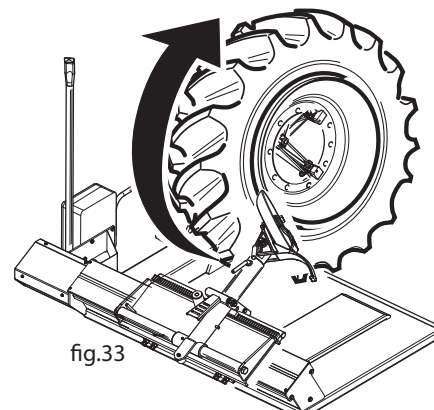

fig.33
- » Bloccare la ruota sull'autocentrante e sollevarla in modo che il bordo del cerchione sfiori l'utensile "stallonnatore". Utilizzando il manipolatore (2) ed il selettore (3) (ved. fig.22 a pag. 16) sgonfiare il pneumatico ed iniziare l'operazione di stallonnatura (fig.33). Agendo sulla pedaliera (4) e selettore (3) (fig.22) fare avanzare gradualmente il rullo stallonnatore facendo girare il mandrino continuamente.
- » Clamp the wheel on the self-centering chuck and raise it until the rim flange touches the bead breaking tool. Using the control (2) and selector (3) (see fig. 22 on pg. 16) deflate the tyre and begin the bead breaking operation (fig. 33). Use the pedal (4) and selector (3) (fig. 22) to gradually advance the bead breaking roller turning the spindle continuously.
- » Bloquer la roue sur l'autocentreur et la soulever de façon à ce que le bord de la jante effleure l'outil détalonneur. En se servant du manipulateur et du selecteur (2 et 3, Fig. 22, page 16), dégonfler le pneu et commencer l'opération de détalonnage (Fig.33). En agissant sur le pédalier 4 et le selecteur 3 (Fig. 22), avancer graduellement le rouleau détalonneur en faisant constamment tourner le mandrin.
- » das Rad auf dem Selbstzentrierer blockieren und es so hochheben, daß der Rand des Felgens knapp den Wulstabdrücker berührt. Den Taster (2) und den Wählschalter (3) bedienen (siehe Abb. 22 Seite 16), um dann die Luft aus dem Reifen zu lassen und mit dem Wulstabdrücken beginnen (Abb. 33). Durch Betätigung des Kommandopedals (4) und des Wählschalters (3) (Abb. 22) lassen Sie die Wulstabdrückrolle stückweise nach vorne kommen, wobei die Spindel durchgängig gedreht werden muß.
- » Bloquear la rueda sobre el autocentrado y levantarla de manera que el borde de la llanta oprima ligeramente el utensilio destalonador. Utilizando el manipulador (2) y el selector (3) (véase la Fig. 22 de pág. 16) deshinchar el neumático empezando en seguida las operaciones de destalonamiento (Fig. 33). Actuando sobre los pedales (4) y sobre el selector (3) (Fig. 22), se haga adelantar mano a mano el rodillo destalonador girando el mandril de continuo.